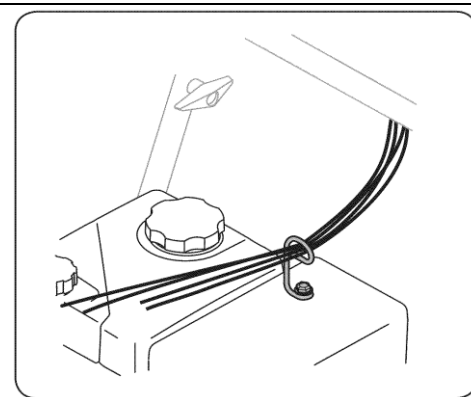

Рис. 10
10. Проверьте, что тросики правильно проходят через направляющие на двигателе. См. Рис. 10